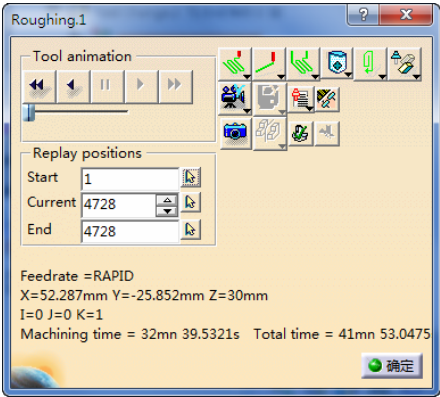

图 7-63 刀具路径轨迹（3）
- 单击“Roughing.1”对话框中的 Tool Path Replay 按钮, 弹出“Roughing.1”对话框, 同时在图形区显示刀具路径轨迹(3)如图 7-63 所示。